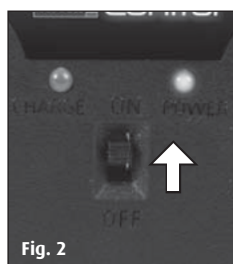

Fig. 2
3. Conectar el control remoto, el LED-Alimentación brilla rojo (Fig. 2).